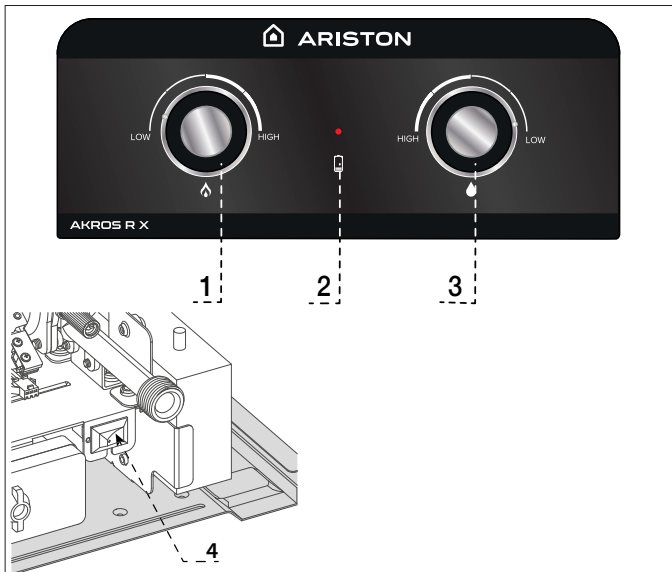

Figura 1 - Tablero de mandos y boton ON/OFF
- Encendido: pulse el botón de encendido/apagado (ver Figura 1 - Tablero de mandos y boton ON/OFF nr: 4)
- Apagado: pulse el botón de encendido/apagado ((ver Figura 1 - Tablero de mandos y boton ON/OFF nr: 4)
El mando de control de potencia (ver Figura 1 - Tablero de mandos y boton ON/OFF n.º 1) ajusta la potencia máxima del quemador. Al girarla en sentido horario, aumenta la potencia máxima, mientras que al girarla en sentido antihorario, la reduce.
El mando de control de caudal y temperatura (ver Figura 1 - Tablero de mandos y boton ON/OFF n.º 3) ajusta el caudal máximo de agua que llega al quemador. Al girarla en sentido horario, reduce el caudal máximo de agua, mientras que al girarla en sentido antihorario, lo aumenta.
Cuando las baterías estén casi agotadas, se encenderá la luz roja (ver Figura 1 - Tablero de mandos y boton ON/OFF n.º 4).